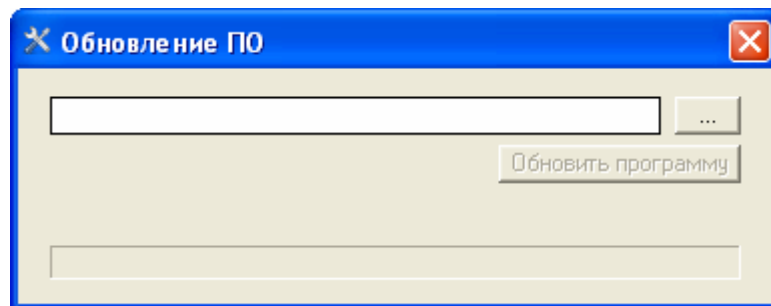

Рисунок 2.7
Кнопка **«Обновление ПО»** (7). Позволяет, используя данный конфигуратор, обновлять встроенное ПО прибора (рисунок 2.7).